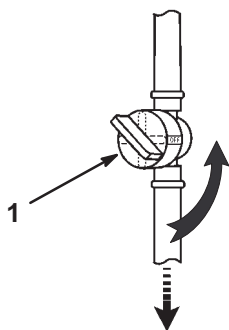

Bild 29
6. Schließen Sie den Kraftstoffhahn (Bild 29).